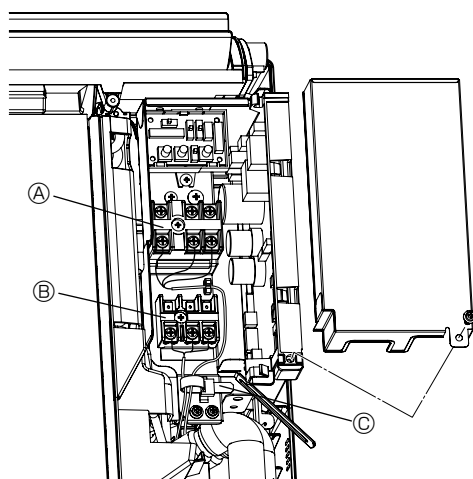

Fig. 7-1
7.1. Unidad interior (Fig. 7-1)
① Retire la cubierta eléctrica.
② Conecte la línea de alimentación, la línea de control de la unidad exterior y las líneas del controlador remoto.